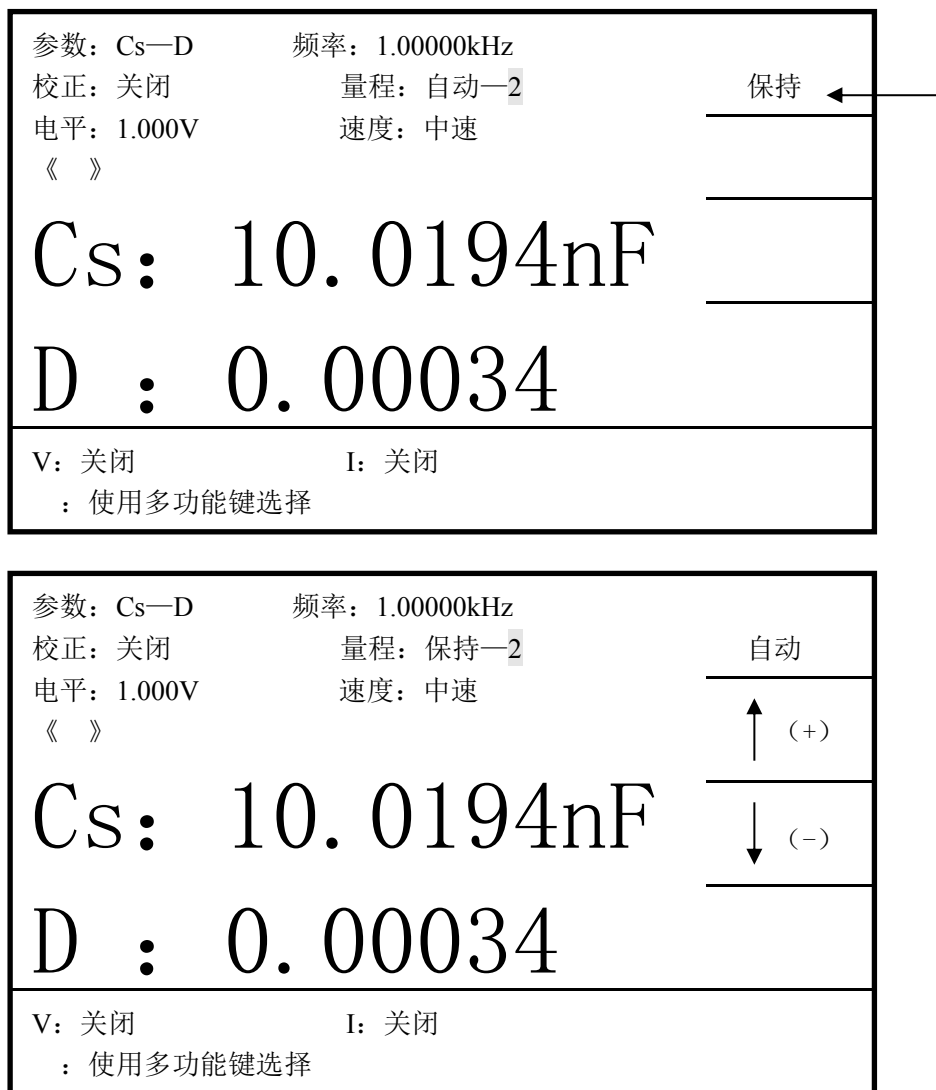

图 4-2 软键选择示例
- (3) 选择和按下一个软件，那么对应于这个软键的功能或修改就生效，如图 4-2 所示，如果按下箭头所指的软键，那量程将被修改。如果反白区域可支持数字输入，则可以用数字键和 **确定** 来输入数据。